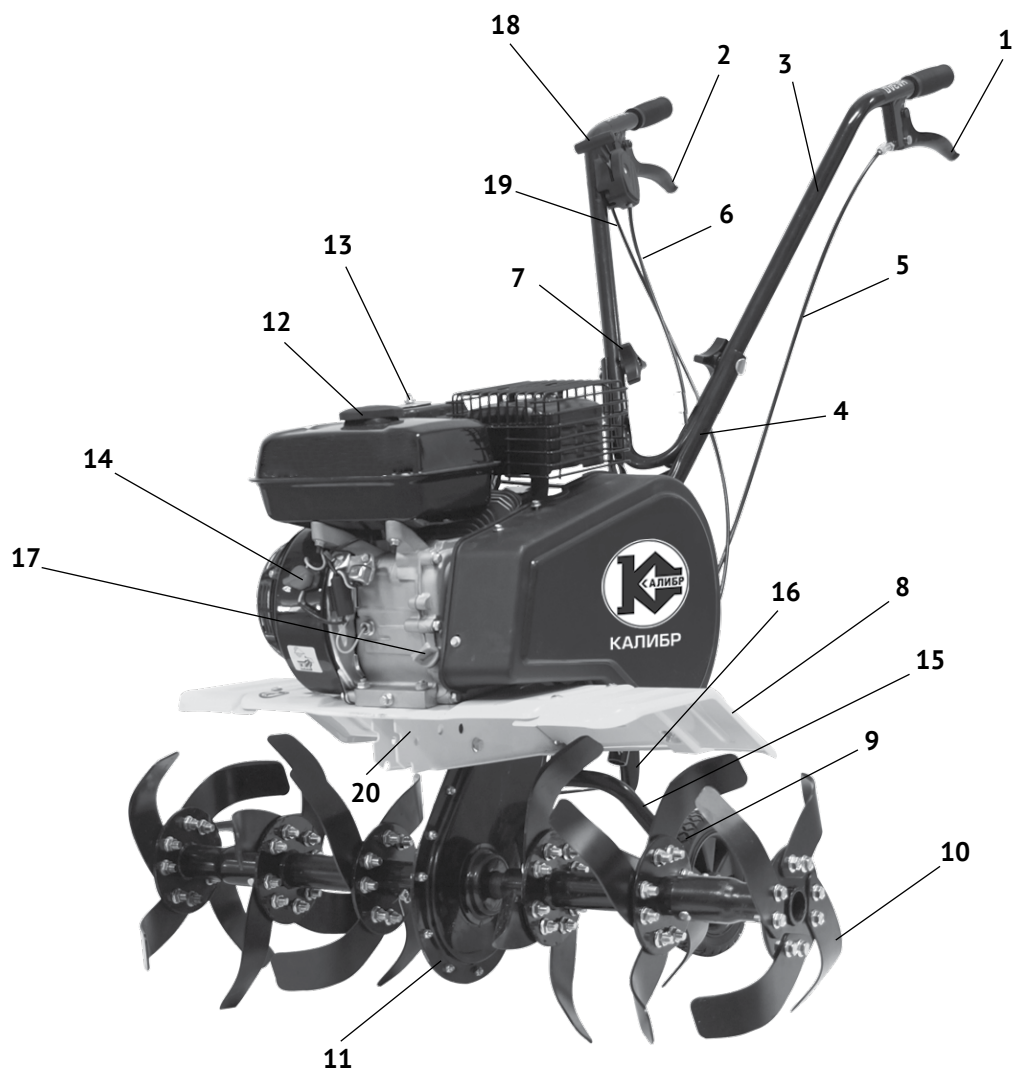

рис. 1
Двигатель работает на неэтилированном бензине АИ- 92. Он оснащён мембранным карбюратором и электронной системой зажигания. Для запуска двигателя служит ручной стартер. Органы управления культиватором (рычаги привода фрез для движения «вперёд»/ «назад» и рычаг управления дроссельной заслонкой) расположены на рукоятке управления (рис.1 поз.3).
Двигатель культиватора и передаточный механизм закреплены на раме (рис.1 поз.20). Коленчатый вал двигателя, расположенный горизонтально, передаёт крутящий момент, ремёнными передачами, на большой двухручье́вый шкив, закреплённый на ведущем валу с приводной звёздочкой цепи. Передача вращения с ведущего вала на приводной вал фрез осуществляется цепной передачей. При нажатии на один из рычагов управления приводом фрез (рис.1 поз.1 или 2), ролик прижимного механизма натягивает один из ремней и большой шкив с ведущим валом приводной звёздочки цепи начинает вращаться. Ведомая звёздочка с валом редуктора передаёт вращение на фрезы культиватора. При движении «вперёд» (нажат рычаг 2 рис.1) фрезы культиватора производят обработку грунта. Движение «назад» (нажат рычаг 1 рис.1) применяется для отвода культиватора после обработки, при невозможности его разворота (мешают кусты, опоры, деревья).
2.5 Общий вид культиватора представлен на рис.1
- присоединив колёса с двух сторон к опорному кронштейну, зафиксировать их болтовым соединением с внешней стороны кронштейна (рис.1 поз.15).
- совместить крепёжные отверстия в нижней части рукояток управления (рис.1 поз.4) с отверстиями на раме культиватора;
- прикрепить верхнюю рукоятку (рис.1 поз.3) к нижним гайками-барашками.
- установить регулятор глубины вспашки (рис.1 поз.16) на раму культиватора;
- раскрутить винтовое соединение рычага управления дроссельной заслонкой (рис.1 поз.18);
- прикрепить трос управления дроссельной заслонкой (рис.1 поз.19) так, чтобы он располагался с внутренней стороны;
- раскрутить винтовое соединение рычага привода фрез (рис.1 поз.1 и поз.2);
**Внимание!** Установку и первоначальную регулировку тросов привода фрез (рис.1 поз.5 и 6), управления дроссельной заслонкой (рис.1 поз.19) рекомендуется провести в сервисном центре или доверить квалифицированному специалисту.
- для удобства транспортировки культиватора, регулятор глубины вспашки (рис.1 поз.16)
Выкрутите пробку-щуп (рис.1 поз.17) из маслозаливной горловины и залейте в картер масло необходимой марки до нижнего края горловины. Вставьте сухой чистый щуп в горловину картера и выньте его. Проверьте уровень масла: граница смоченной области щупа должна располагаться между отметками минимального и максимального уровней.
Открутите крышку топливного бака (рис.1 поз.12). Заливайте бензин в топливный бак не более чем на 1 см ниже уровня основания заливной горловины. Перед запуском двигателя
Перед запуском убедитесь, что рычаги привода фрез (рис.1 поз.1 и 2) не нажаты.
- перевести выключатель зажигания (рис.1 поз.14) в положение «ON» – включено;
После прогрева двигателя в течение 10-40 секунд (в зависимости от начальной температуры), переведите рычаг воздушной заслонки в крайнее правое положение - «открыто», а рычаг управления дроссельной заслонкой (рис.1 поз.18) в положение «минимально».
- отпустить рычаг привода фрез (рис.1 поз.1 или 2) для их остановки;
- перевести рычаг регулировки дроссельной заслонкой (рис.1 поз.2) в положение «минимально»;
- выключатель зажигания (рис.1 поз.14) поставить в положение «OFF» – выключено;
- отпустить рычаг привода фрез (рис.1 поз.2 – движение «вперёд») для их остановки;
- нажать рычаг привода фрез (рис.1 поз.1 – движение «назад»).